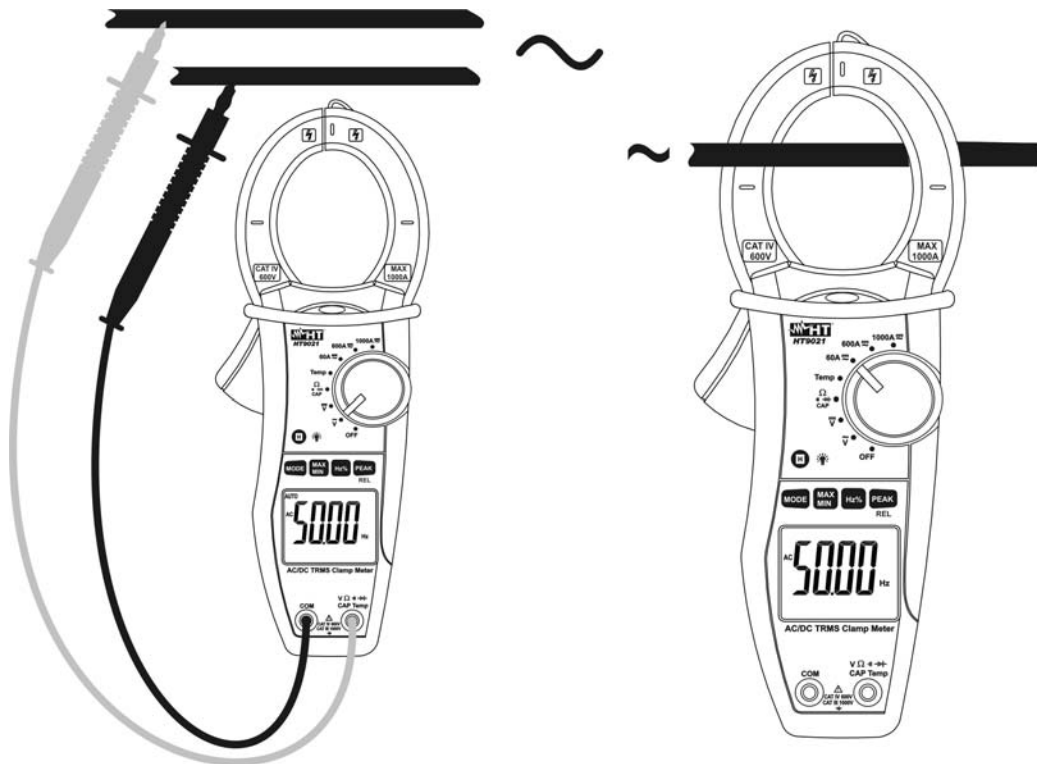

Abb. 9 Messung von Frequenz und Tastverhältnis
4. Öffnen Sie die Zange und setzen Sie den zu messenden Leiter ins Zentrum der Zangenöffnung (siehe Abb. 9 rechte Seite), der gemessene Frequenzwert wird nun angezeigt. Der Bargraph ist deaktiviert in der Funktion Frequenz und Tastverhältnis.